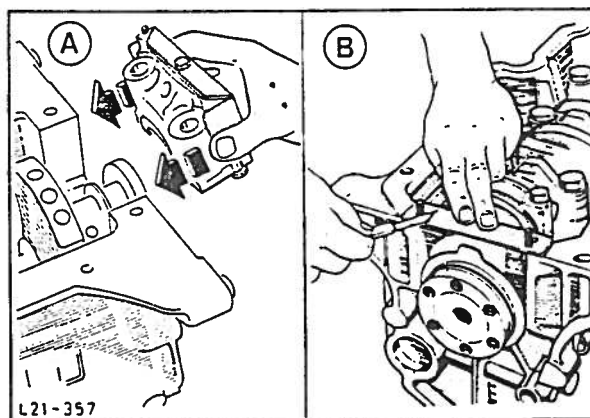

Fig. 61 Montering av bakre bærelageroverfall.
32. Monter tverrgående gumribånd innsatt med olje på det bakre bærelageroverfallet. Sett lageroverfallet inn i motorblokken bøyd litt bakover ved bruk av spesialverktøy 21-086, fig. 61. Fest lageroverfallet med begge boltene. Bruk en måleplate og skjær av pakningen som stikker frem 0,5 mm (0,020") fra bunnpannens anleggsflate.